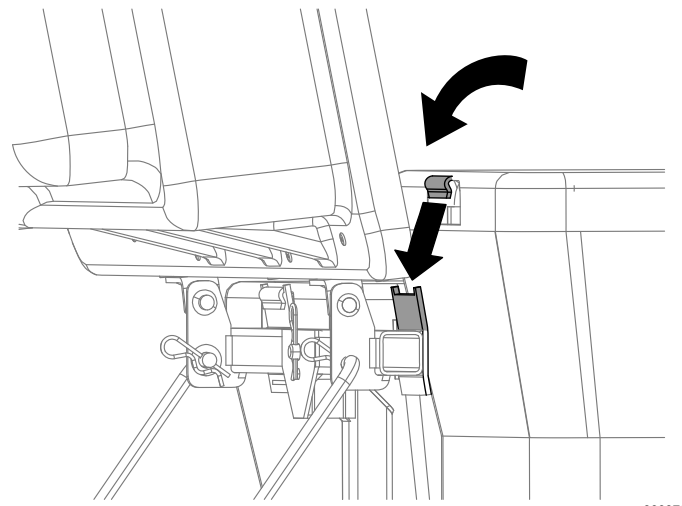

Figura 17
4. Alzate il coperchio del sistema di raccolta e inserite i cestri facendo scorrere i ganci del telaio dei cestri sulle staffe di ancoraggio (Figura 17).